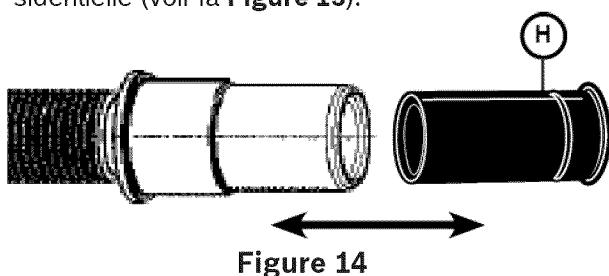

Figure 14
2. Utiliser la bride à ressort de l'adaptateur (H) de tuyau de vidange en caoutchouc qui se trouve dans le nécessaire d'installation du lave-vaisselle (**ne pas utiliser des pièces de substitution**).
3. Introduire le tuyau de vidange du lave-vaisselle dans l'extrémité du tuyau d'évacuation (voir la **Figure 14**). Veiller à bien enfoncez le tuyau de vidange.